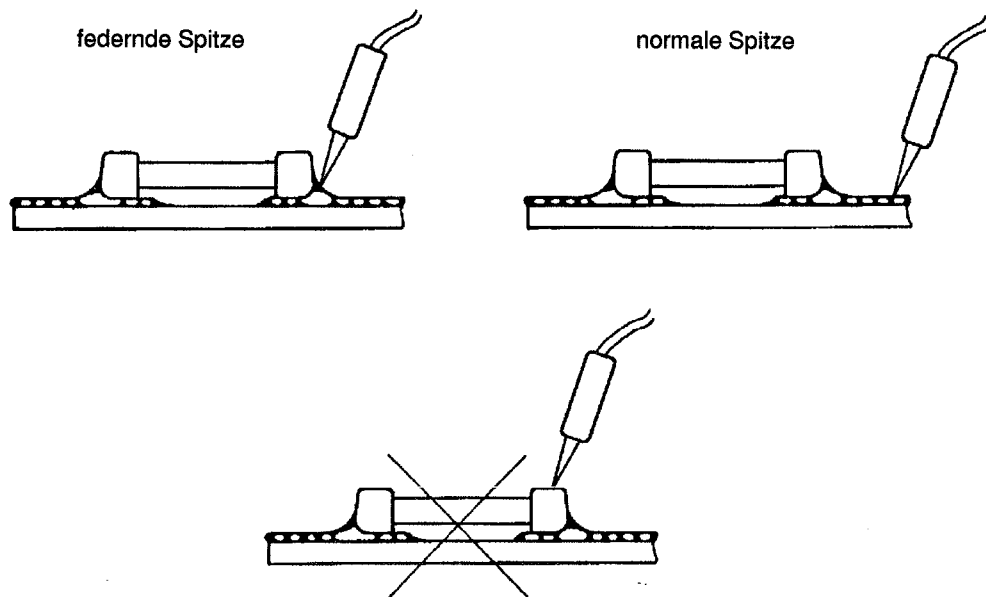

Bild 2-1 Messungen an SMT-Leiterplatten
Messungen (z. B. mit Tastkopf) an SMD niemals direkt auf dem Bauteil vornehmen, sondern Leiterbahnen, Testflächen oder Durchkontaktierungen verwenden. Bei Verwendung eines speziellen Tastkopfs mit federnder Spitze darf auch am Fuß des Bauelementes gemessen werden. (Siehe Bild 2-1)
- SMD ohne Beinchen (Melf + Chip) (Siehe Bild 2-1)